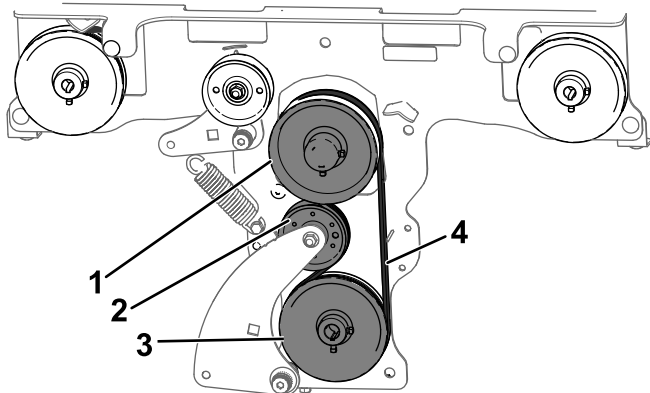

Bild 46
7. Legen Sie einen neuen Riemen des Hilfsantriebs um die Riemenscheibe der Pumpe, dann um die Spannrolle und schließlich um die Riemenscheibe des Motors. Siehe Bild 46.